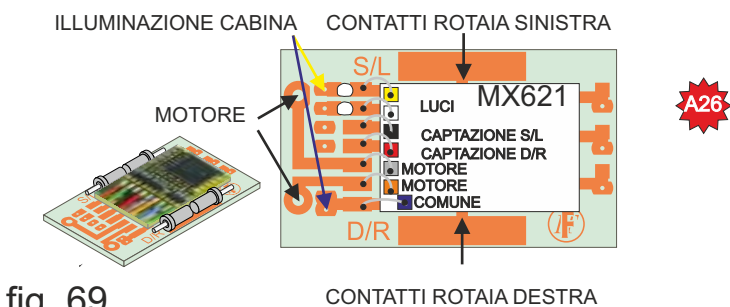

fig. 69
**36) Collegamento con decoder digitale (fig 69).** Questo modello è stato predisposto per l'installazione del decoder digitale ZIMO MX 621 oppure equivalente delle stesse caratteristiche rispettando l'ordine delle connessioni mostrate in fig. n°69. Effettuare due fori con punta da 0.8 o 1 mm nelle piazzole indicate dalle frecce (Motore). Saldare poi i quattro pin [L5] per i contatti della captazione. Per l'installazione del decoder consigliamo di isolare la parte di appoggio inferiore con del nastro biadesivo. I fili del decoder dovranno essere rimossi e i collegamenti eseguiti con dei ponticelli. Collegare i fili di captazione